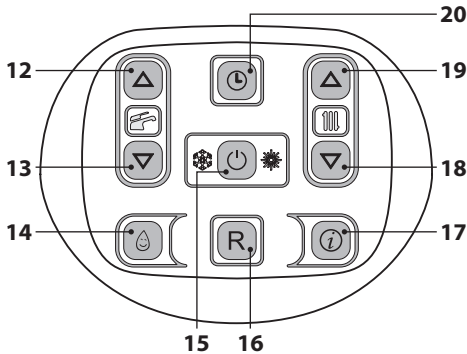
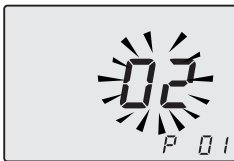

Figura 5.34
Figura 5.35
mendo contemporaneamente per 10 secondi i tasti 15 - 18 - 19 (Figura 5.34) fino a far apparire sul display LCD le lettere **P01** e il valore del parametro, indicanti l'entrata nel "parametro 01" (Figura 5.35).
- Premendo il tasto 15 (Figura 5.34) si ottiene la conferma del valore inserito.
Comunque se la temperatura ambiente non dovesse essere confortevole si può aumentare o diminuire la temperatura di mandata dell'impianto riscaldamento di $\pm 15^\circ\text{C}$ agendo sui tasti 18 (diminuzione) e 19 (aumento) (Figura 5.34).